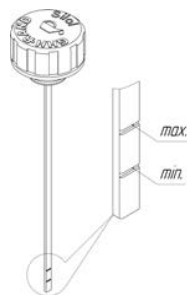

Рис. 5. Указатель уровня масла
- отвернуть щуп уровня масла винтового блока (рис. 5.);
- отвернуть щуп, проверить уровень масла, долить до необходимого уровня (между «min» и «max» (рис.5);